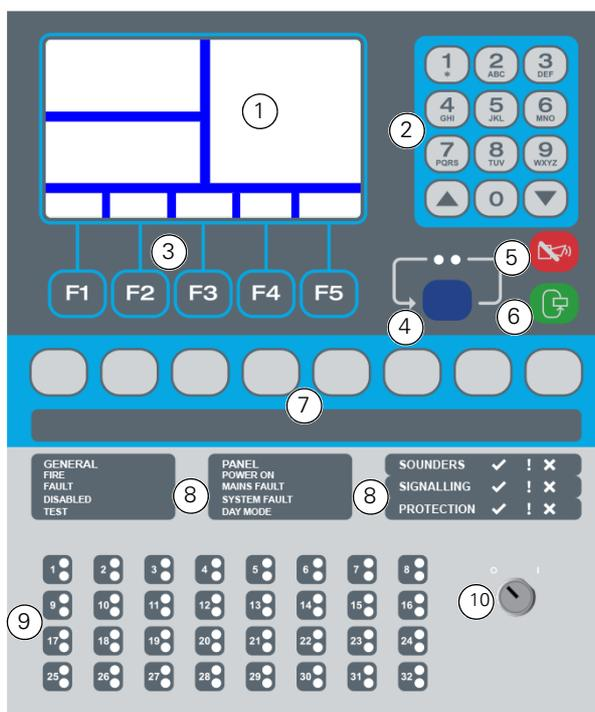

Fig. 1: Panel frontal de la central FireClass serie FC600
El panel frontal se muestra en la Fig. 1. Los elementos numerados de la figura se explican en los siguientes párrafos. Es posible que su versión de central no coincida exactamente con la figura, pero estarán presentes los mismos elementos, aunque quizás no en las posiciones mostradas.
- 2 Se muestra un mensaje «REINICIO INESPERADO» y el LED general de fallo se enciende. Para borrar el error, pulse la tecla verde **RESTABLECER** (consulte la Fig. 1). Se muestra una pantalla «Reinicio en curso».